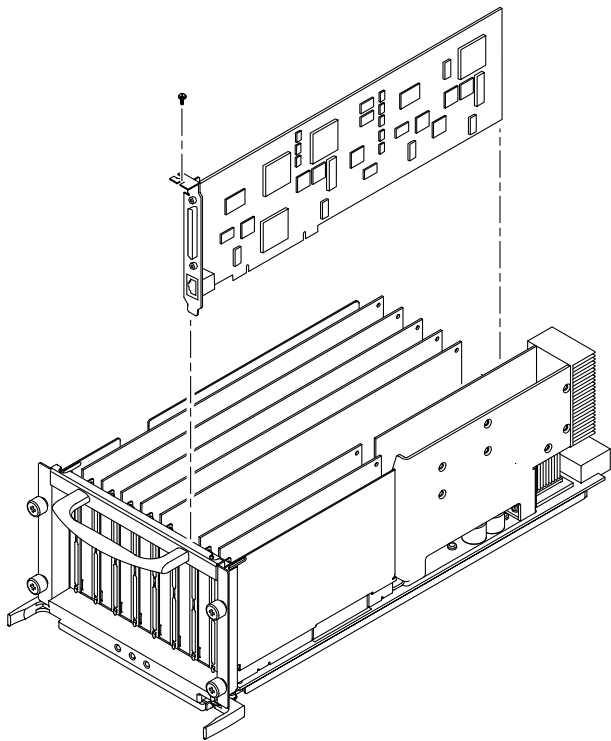

図 9-6 I/O アセンブリからの PCI カードの取り外し
3. プラスのねじを外して PCI カードを取り外し、スロットから PCI カードを引き出します (図 9-6)。